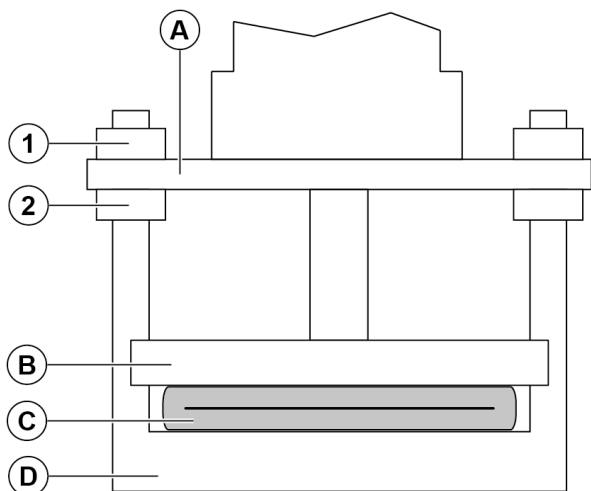
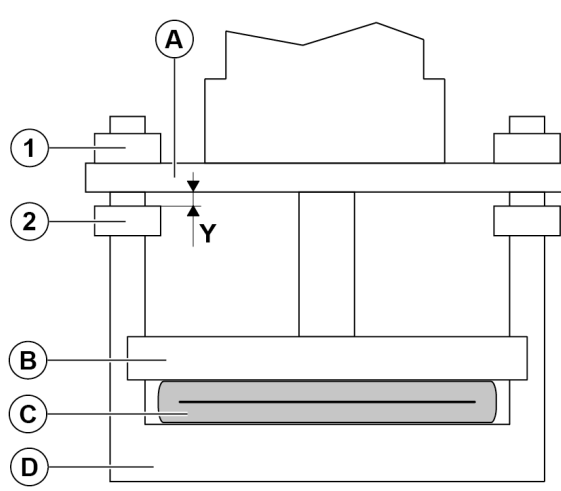

Abbildung 17.
Abbildung 18.
2. Stellen Sie die Quetschleisten mit den Muttern, die sich auf beiden Seiten der Befestigungsplatte des Stellmotors befinden, parallel zueinander ein (*Figure 17*, Muttern 1 und 2). Von einem Ende der Manschette aus sollte ein gleichmäßiger, schmaler Lichtstreifen auf dem gesamten gequetschten Abschnitt der Manschette oder symmetrisch auf beiden Seiten sichtbar sein (*Figure 17* und *Figure 18*, Maß X).
Bei handbetätigten Ventilen genügt es zu prüfen, ob die Quetschleisten parallel sind und der Lichtschlitz angezeigt wird (*Figure 17* und *Figure 18*, Maß X).